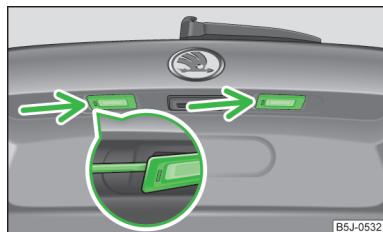

Fig. 161
- Insérez un tournevis plat dans l'ouverture au niveau de la flèche » fig. 161 et appuyez avec précaution en direction du milieu de la lampe, celle-ci s'éjecte légèrement.